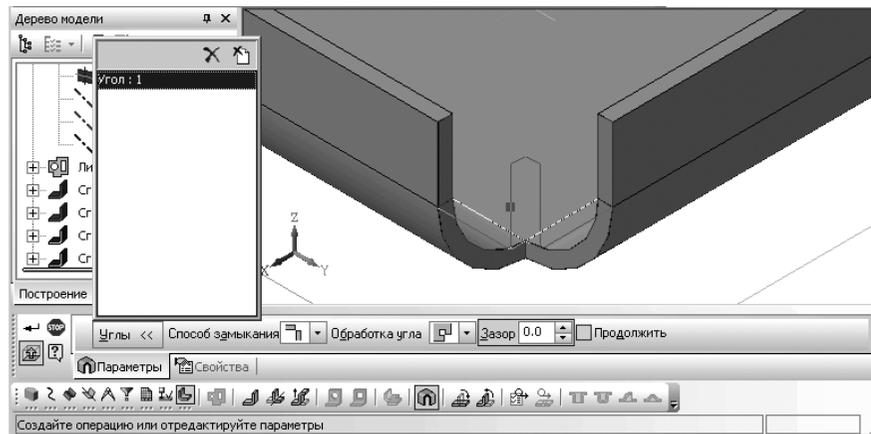

Рис. 7.66. Пример сгиба листовой детали
- щелкните в этот момент мышью. Контуры обеих смежных граней сгиба выделятся красной линией. В панели **Углы** появится имя выделенного первого смежного угла – **Угол: 1**. Возможное состояние системы показано на рис. 7.66.